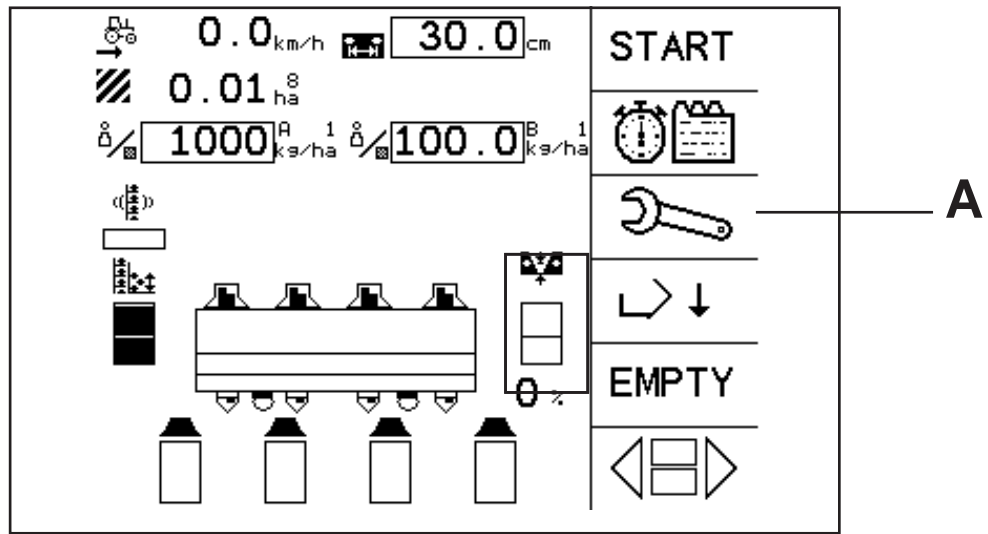

Fig. 60
- A** Menus de service. **Fig. 60**